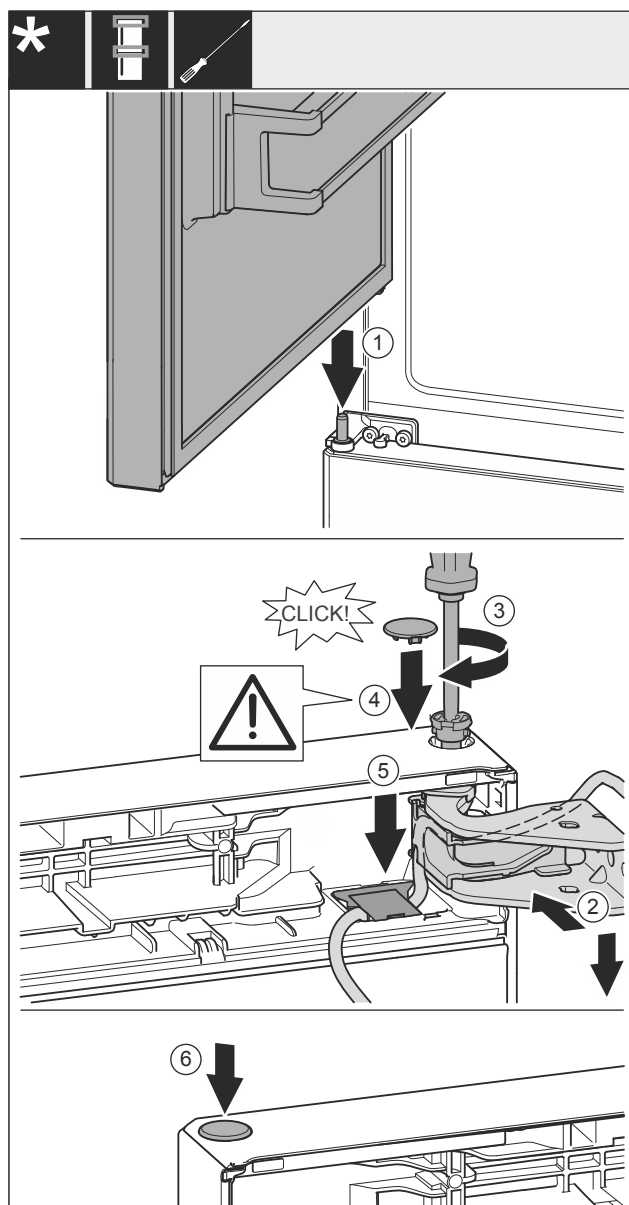

Fig. 58
- ▶ 冰箱上方门放置在中间轴承螺栓 Fig. 58 (1) 上。
- ▶ 将冰箱门的上方对准托架 Fig. 58 (2) 中的开口。
- ▶ 放入螺栓 Fig. 58 (3) 并用螺丝刀拧紧。
- ▶ 装入盖板 Fig. 58 (4)。
- ▶ 检查盖板 Fig. 58 (4) 是否紧贴在冰箱门上。
- ▶ 将盖板 Fig. 58 (5) 安装并朝下按压，直到其卡入到位。
- ▶ 装入盖板 Fig. 58 (6)。